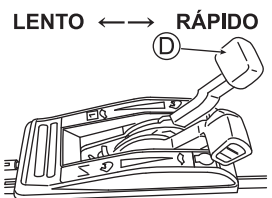

Fig. 20
5. Ajuste a velocidade de corte com a alavanca de ajuste de velocidade (D). (Veja a fig. 20)